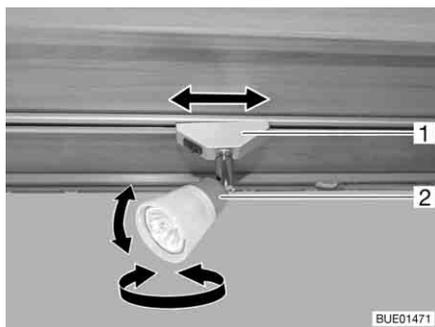

Fig. 67 Foco
**Girar:** ■ Cogér la carcasa (Fig. 67,2) y girarla.
**Desplazar:** ■ Agarrar el soporte (Fig. 67,1) y girarlo aprox. 45°.
- Agarrar el soporte (Fig. 67,1) y girarlo 90°.